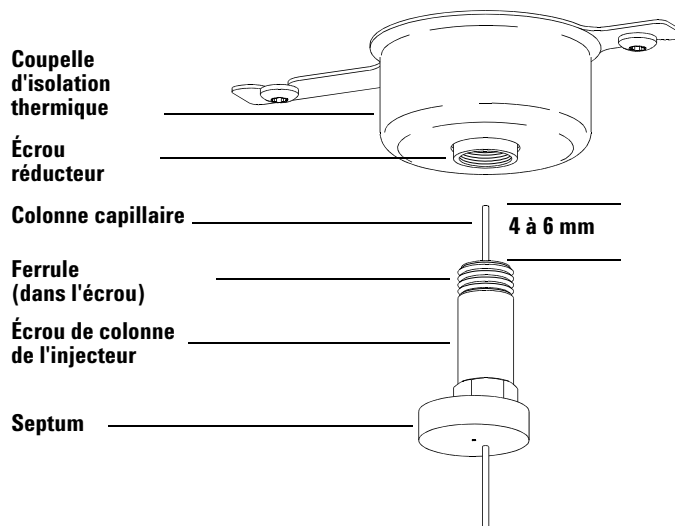

Figure 8 Installation d'une colonne capillaire dans un injecteur avec/sans division
- 2 Positionner la colonne pour qu'elle dépasse de 4 à 6 mm de l'extrémité de la ferrule (Figure 8).